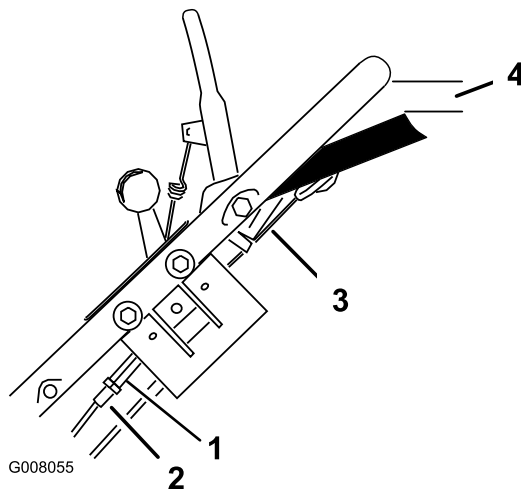

Figure 28
1. Desserrez l'écrou de fixation du dispositif de réglage (Figure 28).
2. Tournez le dispositif de réglage jusqu'à ce qu'il n'y ait plus de mou dans le câble exposé (Figure 28).